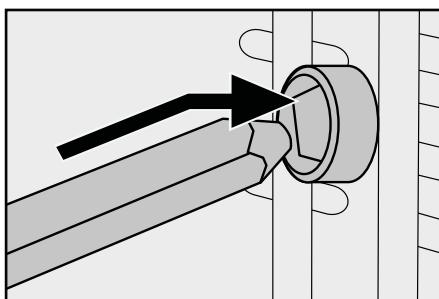

Fig. 1: Drejespyddet ⑯ sættes ind i drevet ①.
- Brug altid tangen ⑫, når det varme drejespyd ⑯ skal sættes ind i produktet eller tages ud.
- Med drejespyddets ⑮ to klemmer kan du fastgøre grillmaden på drejespydet ⑯. Løsn fikseringerne ⑭ på drejespyddets klemmer ⑮, og flyt disse, så grillmaden klemmes fast imellem dem, og skru derefter fikseringerne ⑭ fast igen.
- Sæt først enden af drejespyddet ⑯ uden not ind i drevet ① (fig. 1):